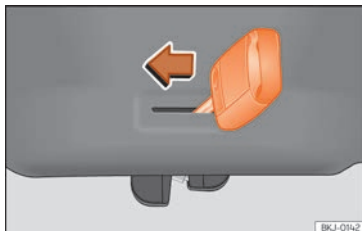

Fig. 9 Apertura de emergencia del portón trasero.
- Introduzca el espadín de la llave en la ranura y desbloquee el sistema de cierre, dirigiendo la llave de derecha a izquierda, tal como indica la flecha »» **fig. 9**.